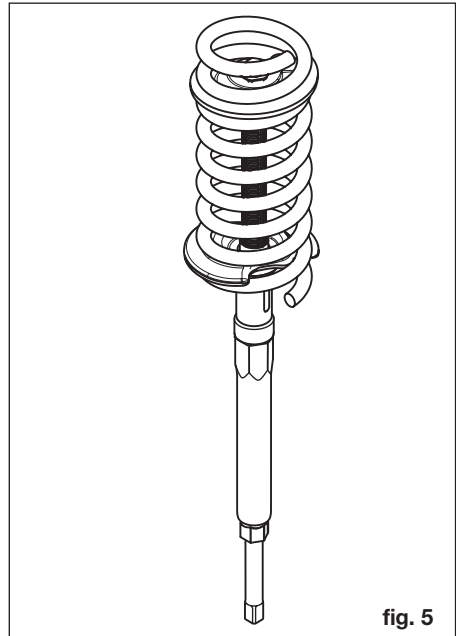

fig. 5
- Met behulp van de pijpsleutel ⑥ en de omkeer ratelsleutel ⑧ de aandrijving bedienen **Fig. 5**.
- Bij het losmaken de veer uit de houders/ rubberen bevestigingen m.b.v. de Pijpsleutel ⑦ tegenhouden **Fig. 5** om het verdraaien/meedraaien te voorkomen.